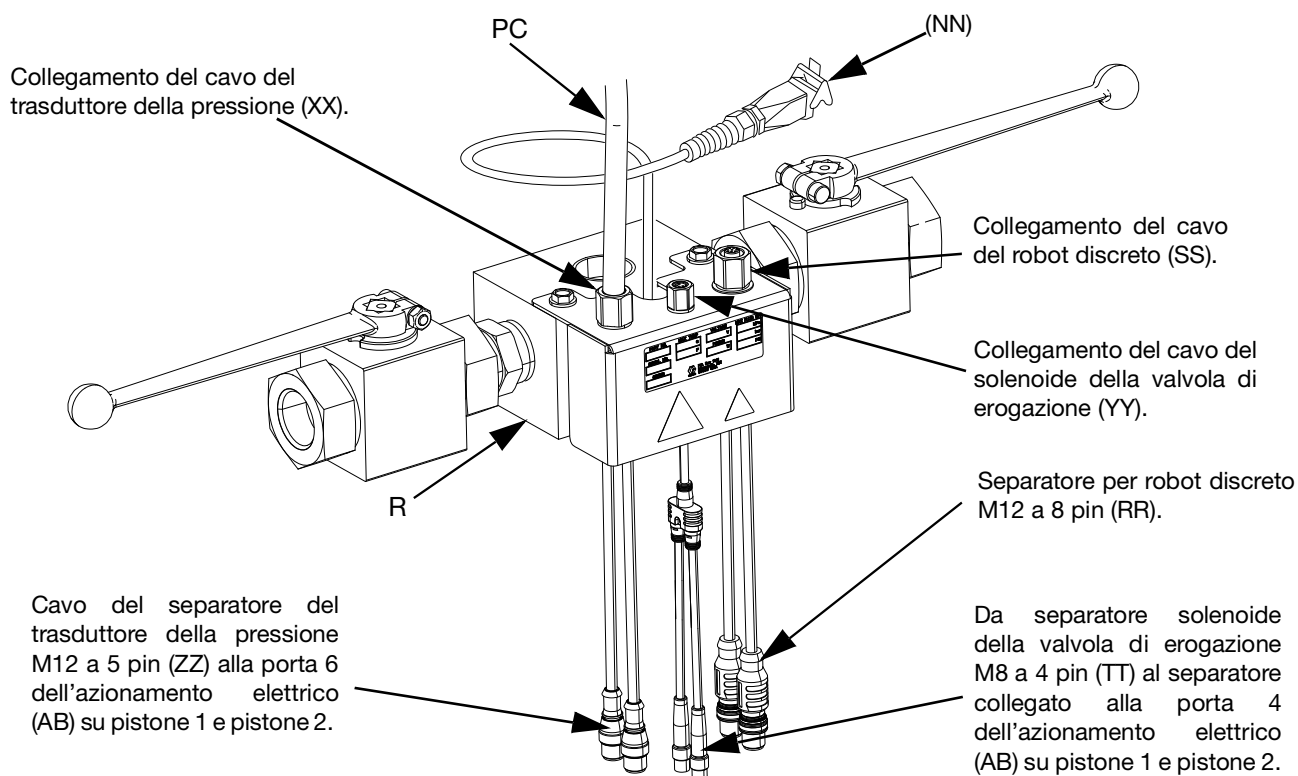

FIG. 29
- In caso di utilizzo di un Sistema di alimentazione a pistone iQ singolo, collegare il cavo del trasduttore della pressione (PC) dalla valvola di erogazione (B) alla porta 6 sull'unità di comando elettrica (AB). Vedere **Collegamenti di comunicazione del comando elettrico** per pistoni singoli a pagina 18.
- Collegare il cavo del trasduttore di pressione (PC) dalla valvola di erogazione (B) allo splitter del trasduttore di pressione della valvola sul blocco tandem. Vedere FIG. 29.
- Collegare un'estremità maschio del cavo dello splitter del trasduttore di pressione M12 a 5 pin (ZZ) sul blocco tandem (R) alla porta 6 dell'unità di comando (AB) sul pistone 1. La seconda estremità maschio va alla porta 6 sul Ram 2. Vedere **Connessioni di comunicazione dell'unità di comando elettrica per Pistone in tandem** a pagina 19.